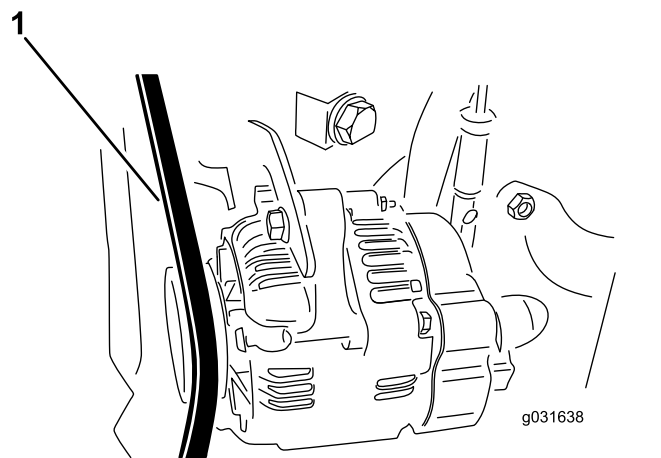

Figure 60
2. Appliquez une force de 30 N·m (22 po-lb) sur la courroie d'alternateur, à mi-chemin entre les poulies (Figure 60).